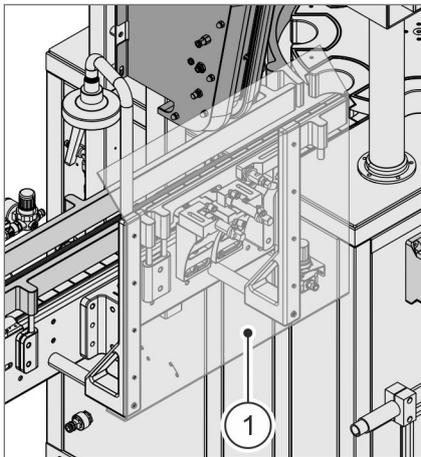

Abb. 3 Schutzscheiben
An der Anlage sind Schutzscheiben **Abb. 3** / ① als trennende Schutzrichtungen verbaut, um ein Eingreifen in bewegte Teile zu verhindern.